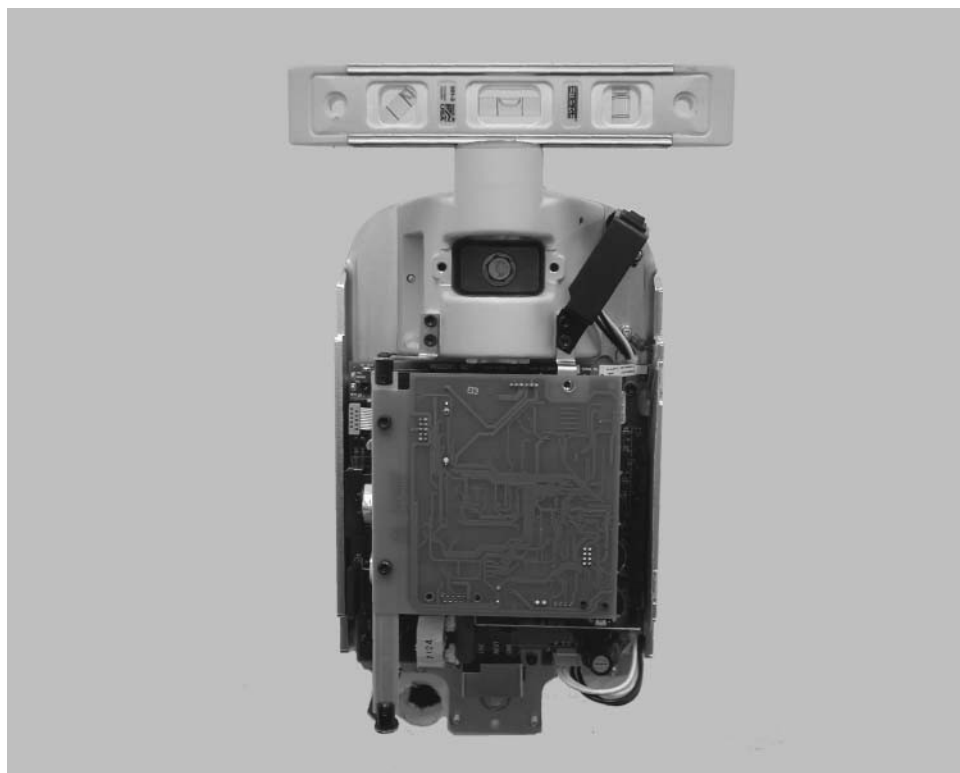

Рисунок 12
5. Поместите уровень на контрольный блок, держась параллельно стене, как показано на Рисунок 12. Выверните контрольный блок по уровню.